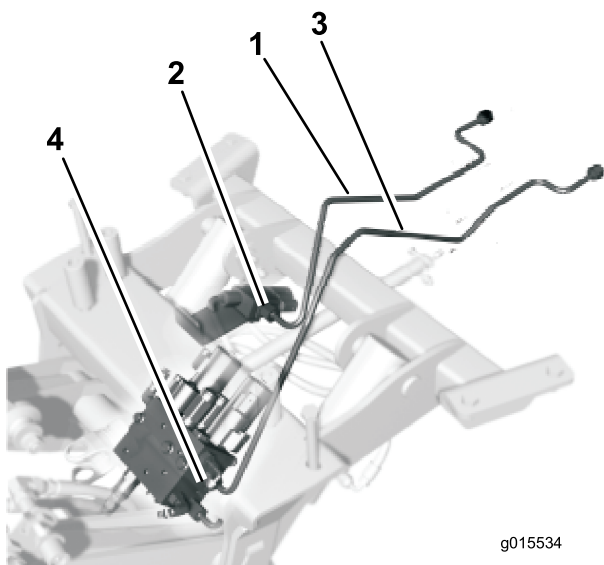

Figure 4
1. Branchez sans serrer le tube hydraulique court au raccord droit de la valve (Figure 4).
2. Branchez sans serrer le tube hydraulique long au raccord droit du collecteur (Figure 4).